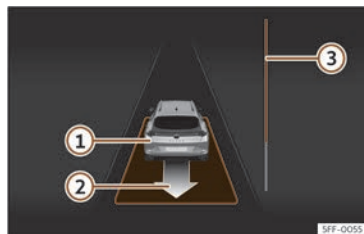

Fig. 184 Sur l'écran du combiné d'instruments : sortir d'une place de stationnement en créneau.
- Reculez jusqu'à ce que retentisse le signal continu du ParkPilot ; **OU** : reculez jusqu'à ce que l'indication de passer en marche avant apparaisse sur l'écran du combiné d'instruments. La barre de progression **>>> fig. 184** **ⓐ** indique la distance à parcourir **>>> page 306**.